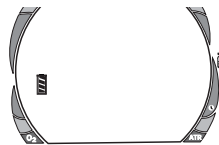

Fig. 9A - Batterie Indicator
- Das Batterie Icon zeigt 3 Sekunden lang den Batteriezustand des Computers an (Abb. 9A).